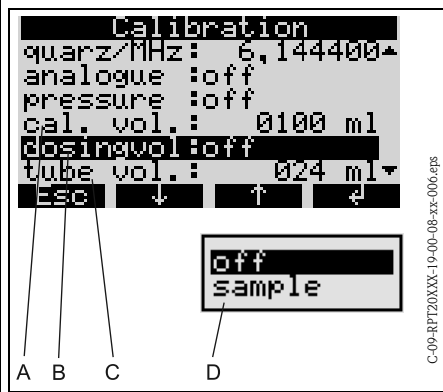

Fig. 19: Menu TARATURA
4. Selezionare il menu TARATURA sul controllore (=> Fig. 19; sequenza di selezione: CONFIGURAZIONE - SERVIZIO - TARATURA).
5. Immettere il volume di taratura richiesto in corrispondenza dell'opzione di menu VOL. TAR. (=> Fig. 19, pos. A).
6. Selezionare l'opzione di menu "VOL. DOSAGGIO" (=> Fig. 19, pos. B).
7. Avviare una sequenza di campionamento selezionando la funzione CAMPIONE dall'elenco di selezione (=> Fig. 19, pos. D). Attendere che la sequenza di campionamento sia stata completata.